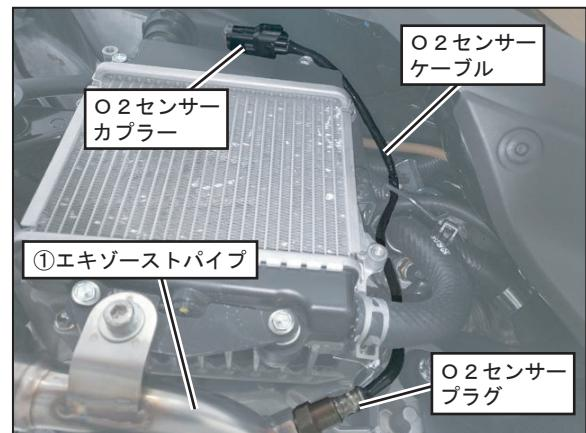

FIG. 17
12. O2センサーのケーブルをFIG. 17を参照して、ケーブルに負荷のかからない様に配線し、カプラーを車両のステーに戻した後、接続して下さい。
(FIG. 17参照)